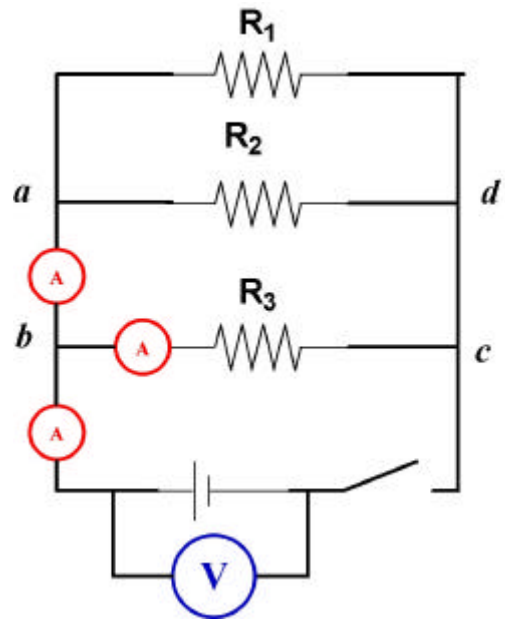

Figura 1: Circuito en paralelo.
- ① Conecte las tres resistencias en paralelo, tal como lo indica la figura 1. Asegúrese de que estas sean de distinto valor entre ellas.
- ② Escoja en el circuito un nudo(*a, b, c* ó *d*) y mida las corrientes que llegan o salen de él. Asegúrese de que el multímetro esté en el modo amperímetro y escalas apropiadas (a modo de ejemplo ver figura 1).
- ① ¿Cómo podría Ud. comprobar la Ley de Ohm a partir del circuito de la figura 1?. Demuestre a partir de sus mediciones experimentales.